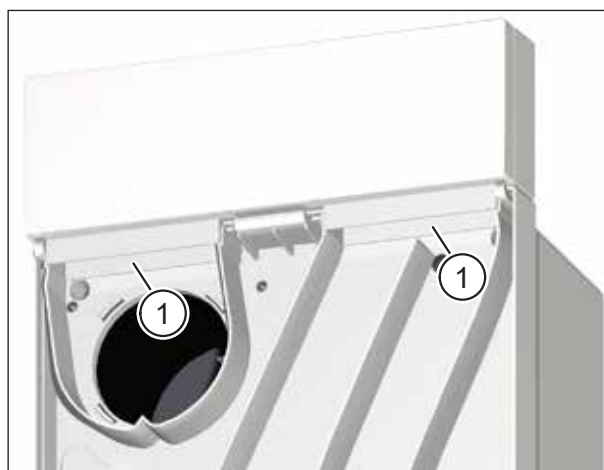

Fig. 12 : Nettoyer l'adaptateur de conduit (en cas de montage encastré avec raccord pour conduit)
- ▶ Nettoyez les ouvertures d'air repris et d'air fourni (pos. 1 dans Fig. 12) sur l'adaptateur de conduit avec un chiffon humide et de l'eau savonneuse douce.